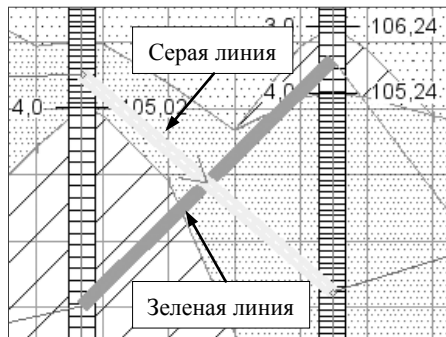

Рис. 12.7
- Выберите зеленую линию (вид курсора ) между СКВ2 и СКВ3, соединяющую суглинки (рис. 12.7). Она станет серой – слой разорван. Затем выберите серую линию, соединяющую песок между теми же скважинами, она станет голубой – слой будет соединен.